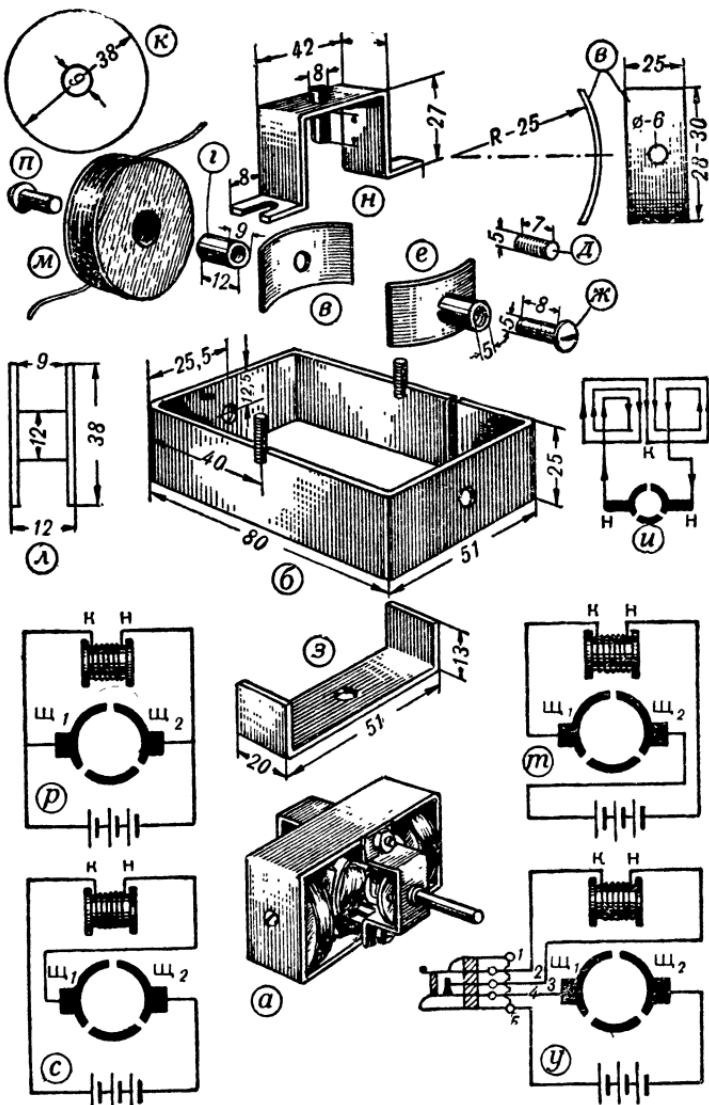

Рис. 79. Электродвигатель с трехполюсным якорем и его детали:
Поэтому мы рассмотрим здесь наиболее удачную, как нам кажется, конструкцию модели электродвигателя, который легко изготовить в домашних условиях. Он вполне надежно работал на моделях электровозов, электротракторов, самоходных электрокомбайнов, на моделях кораблей и электромобилей. Внешний вид рассматриваемого электродвигателя показан на рис. 79, а. У него значительно видоизменен статор и применен наборный трехполюсный якорь. В связи с этим видоизменились его части и увеличился объем работы по их изготовлению.
Если фибровые полоски выступают выше коллекторных пластин, то их надо сточить небольшим «бархатным» напильником вровень с коллекторными пластинами. Собранный коллектор показан на рис. 78, *в*, а его детали — на рис. 78, *и*. Собранный якорь вместе с коллектором показан на рис. 79, *а*. На рис. 78, *а* заштрихованные части полюсов якоря покрывают одним — двумя слоями изоляционной ленты и на эти места укладывают обмотку.
**Изготовление станины с полюсами электромагнита.** Станина электродвигателя представляет прямоугольную раму со сторонами  $80 \times 51$  миллиметр. Она изготавливается из полоски мягкого листового железа шириной 25 и толщиной от 2,5 до 3 миллиметров. Станина в готовом виде показана на рис. 79, б. Концы полоски станины соединяют встык и припаивают оловом. В середине коротких стенок просверливают по одному отверстию диаметром 6 миллиметров для крепления полюсов, на которые будут надеты катушки электромагнита. На длинных сторонах станины посередине вырезают по одному отверстию друг против друга для шпилек, к которым прикрепляют съемный щиток. Эти отверстия желательно делать после изготовления заднего и съемного щитков.
диаметром около 4,8 миллиметра. Затем берут круглую болванку или отрезок газовой трубы диаметром 50 миллиметров и по ней выгибают полюсные наконечники, как показано на рис. 79, в. После этого берут кусок железной трубы с внешним диаметром около 9—10 миллиметров, отрезают от нее две трубы длиной по 12 миллиметров. В отрезанных трубках нарезают резьбу метчиком диаметром 5 миллиметров. Готовая трубка показана на рис. 79, г. На рис. 79, е она прикреплена к полюсному наконечнику.
После изготовления трубы приступают к изготовлению стержней. Для этого берут кусок проволоки диаметром 6 миллиметров и нарезают на нем резьбу на длину 7 миллиметров и отрезают его. Этот стержень ввинчивают в трубку на глубину до 4,5 миллиметра, а на оставшийся конец навинчивают полюсный наконечник до со-прикосновения его с трубкой. Места касания наконечника с трубкой пропаивают. Получился полюс (рис. 79, е), который будет прикреплен к станине болтиком, показанным на рис. 79, ж. Второй полюс делается точно так же, как и первый.
**Изготовление щитков.** Вал якоря вращается в подшипниках, укрепленных в боковых щитках. У нашего электродвигателя применена весьма простая конструкция щитков. Задний щиток имеет П-образную форму. Его размеры показаны на рис. 79, з. Он изготавливается из листового железа толщиной в 2 миллиметра. Передний щиток (съемный) имеет вид скобы с отогнутыми лапками. Его внешняя форма и размеры показаны на рис. 79, н. В центре щитка просверлено отверстие и нарезана резьба для ввинчивания подшипника — трубочки диаметром 8 и длиной 12 миллиметров, по всей длине которой нарезана резьба. Подшипник ввинчивают в съемный щиток.
Сначала необходимо наметить место установки заднего щитка. Для этого обворачивают сердечник якоря фольгой и тую вставляют его между полюсами статора. Затем надевают на вал якоря задний щиток так, чтобы его концы упирались в станину. При этом следят, чтобы вал якоря не имел перекосов и проходил между полюсами внутри статора точно по оси вращения. Теперь можно припасть задний щиток к станине. После этого надевают съемный щиток на второй конец оси якоря и отмечают положение вырезов щитка на станине. В эти вырезы будут входить шпильки крепления съемного щитка. Щиток убирают, и вынимают якорь. В отмеченных местах делают вырезы шириной 3 и глубиной 5 миллиметров. В эти вырезы вставляют шпильки с резьбой и припаивают их. Затем статор предварительно собирают для проверки равномерности воздушного зазора. Собранный статор с обмотками и траверсой показан на рис. 79, а.
**Намотка электромагнита статора.** Электромагнит статора состоит из двух последовательно соединенных обмоток, намотанных на специальные каркасы. Их иначе называют обмотками возбуждения магнитов. Каркасы катушек для обмотки электромагнитов делают из тонкой фанеры или миллиметрового плотного картона. Щечки катушек изготавливают по размерам, приведенным на рис. 79, к. Из плотного картона склеивают трубочку с внутренним диаметром 9 миллиметров и длиной не более 11—12 миллиметров. На трубочку туго (с kleem) насаживают щечки и просушивают.
Каркас катушки в готовом виде показан на рис. 79, л. Внутрь каркаса вставляют круглую деревянную болванку и приступают к намотке.
Катушку следует наматывать не торопясь, укладывая обмотку ровными слоями. При этом надо закрепить гиб-кий провод, чтобы он не мешал производить намотку. Мотать надо виток к витку. Каждый намотанный слой нужно отделять от последующего бумажной прокладкой. В таком порядке наматывают все 12 метров. После окон-чания намотки к концу обмоточного провода следует тоже припаять гибкий проводник. Катушку сверху надо обер-нуть одним — двумя слоями изоляционной ленты. Намотанная катушка показана на рис. 79, *м*.
Намотанные катушки соединяют последовательно и в таком порядке, чтобы один полюс был северным, а дру-гой — южным. Этого можно достигнуть только тогда, когда в катушках будет разное направление электриче-ского тока. Чтобы правильно выполнить это условие, на-до воспользоваться упрощенной электрической схемой соединения катушек, показанной на рис. 79, *и*. Если ка-тушки были намотаны в одну сторону, конец первой ка-тушки соединяют с концом второй катушки.
При шунтовом способе соединения обмоток электродвигатель потребляет большую силу тока, чем при другом способе соединения обмоток. В этом случае ток от источника идет сразу в якорь и статор (рис. 79, *p*). При этом мощность на валу якоря будет больше, чем у того же электродвигателя при последовательном соединении его обмоток.
Последовательное соединение обмоток электродвигателя состоит в том, что один из выводов статора соединяется с одной из щеток, а свободный вывод от статора и свободная щетка соединяются с источником электрического тока. Схема последовательного соединения обмоток показана на рис. 79, *c*. Электродвигатели, обмотки которых соединены по такой схеме, называются серийными. У серийных электродвигателей по обмотке статора и якоря течет ток одной и той же величины. Поэтому они обладают меньшей мощностью на валу, а число оборотов у них больше, чем при шунтовом соединении.
Перед испытанием надо проверить правильность составленной схемы. Для этого по схеме (рис. 79, *c*) следят, чтобы вывод, обозначенный буквой *H*, на статоре был соединен со щеткой  $\mathcal{W}_1$ , а к щетке  $\mathcal{W}_2$  должен быть присоединен свободный проводник. Вывод статора, обозначенный буквой *K*, должен быть соединен с концом второго свободного проводника. Затем проводник, идущий от щетки  $\mathcal{W}_2$ , присоединяют к плюсу (+) батарейки карманного фонаря, а проводник, идущий от конца *K* статора, присоединяют к минусу (—) этой же батарейки. Так подключают источник тока к электродвигателю. После подключения тока якорь электродвигателя сразу начнет вращаться. Надо отметить направление вращения якоря. Условимся постоянно соединять вывод, идущий от щетки  $\mathcal{W}_2$ , с плюсом, а вывод, идущий от конца *K* статора, — с минусом источника тока.
Теперь надо попробовать изменить направление вращения якоря путем переключения обмоток электродвигателя. Изменять направление вращения якоря можно двумя способами: первый способ состоит в том, что меняют направление движения тока в якоре на обратное; при втором способе меняют направление движения тока в статоре. На практике проверяют сначала первый способ. Для этого составляют схему включения обмоток электродвигателя, как показано на рис. 79, т: вывод от щетки  $\mathcal{W}_2$  соединяют с минусом батарейки; щетку  $\mathcal{W}_1$  — с выводом, идущим от конца  $K$  намотки статора; вывод  $H$  от начала обмотки статора соединяют с плюсом батарейки. В этом случае якорь будет вращаться в сторону, противоположную указанной на схеме рис. 79, с. Это произошло потому, что изменилось направление движения тока в якоре на обратное. В схеме на рис. 79, с ток от минуса батарейки шел через вывод  $K$  в статор и, пройдя его обмотку, вышел через вывод  $H$  и прошел далее через щетку  $\mathcal{W}_1$  в обмотку якоря и через щетку  $\mathcal{W}_2$  возвратился снова в батарейку. В схеме же на рис. 79, т ток от минуса батарейки через щетку  $\mathcal{W}_2$  прошел обмотку якоря и вышел через щетку  $\mathcal{W}_1$  в статор, прошел обмотку статора и через вывод  $H$  возвратился снова в батарейку.
Проверим второй способ перемены направления вращения якоря. На рис. 79, у показана схема, позволяющая изменять направление вращения якоря путем нажатия кнопки. В этой схеме применена пятиконтактная кнопка. У нее контакты 1 и 5 соединены вместе и при соединены к плюсу батарейки. Контакт 2 соединен с выводом  $H$  статора, контакт 3 соединен со щеткой  $\mathcal{W}_1$ , контакт 4 соединен с выводом  $K$  статора, щетка  $\mathcal{W}_2$
соединена с минусом батарейки. Если кнопка не нажата, контакт 1 плотно касается контакта 2, а контакт 3 — контакта 4. В этом случае схема соединения обмоток, показанная на рис. 79, у, ничем не отличается от схемы на рис. 79, с.